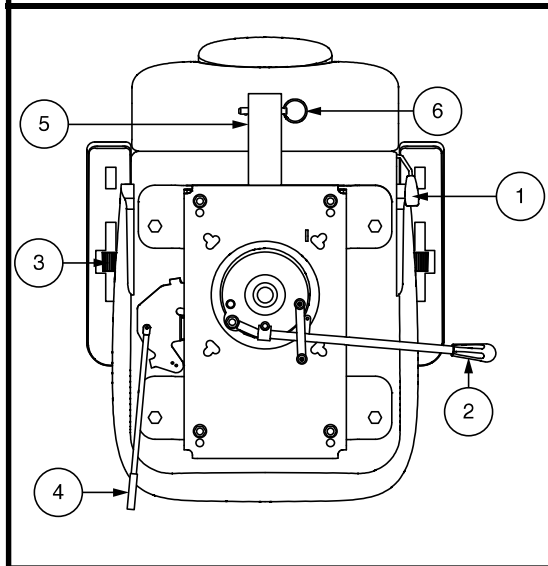

Figura 19. Regolazioni del sedile
Se lo scooter è dotato di uno schienale reclinabile, per regolare il sedile reclinabile dello scooter, osservare questi passaggi. **Vedere figura 19.**
**Vedere figura 19.**
L'inclinazione del bracciolo dello scooter è regolabile verso il basso o verso l'alto ruotando l'apposito selettore. **Vedere figura 19.**
1. Tirare verso l'esterno la leva scorrimento sedile (ubicata sul lato inferiore sinistro del sedile). **Vedere figura 19.**
La staffa accessoria montata posteriormente consente di collegare un accessorio personale, come un cestino, un portadeambulatore, o una bombola di ossigeno alla parte posteriore dello scooter. Utilizzare il perno di fermo per fissare in modo sicuro l'oggetto alla staffa accessoria. **Vedere figura 19.** Per dettagli rivolgersi al fornitore autorizzato.